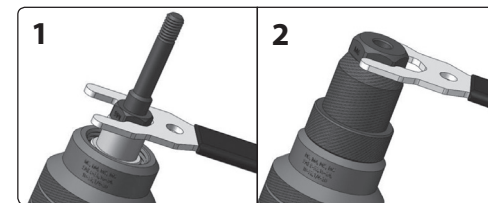

Abb. 3
- Schrauben Sie in den Nietadapter den Nietaufsatz mit Nietmutter nach den Schritten 1 und 2 in der Abb. 3 ein.** Der Nietaufsatz besteht aus zwei Teilen (Mittelschaft mit Gewinde und obere Mutter - siehe Abb. 3). Die Größe des Nietaufsatzes ist nach der Größe der Nietmutter zu wählen. Die Größe und Länge der Nietmutter muss im Hinblick zum Durchmesser und Tiefe der vorgebohrten Öffnung und des zu verbindenden Materials gewählt werden, sonst ist eine ordnungsgemäße Verbindung der Bauteile nicht gewährleistet. Die Größe der Nietmutter muss dann der Kennzeichnung am Nietaufsatz in Form von z. B. M5... entsprechen. Ziehen Sie dann den Nietaufsatz mit dem mitgelieferten Schlüssel an (Abb. 3, Schritt 2).